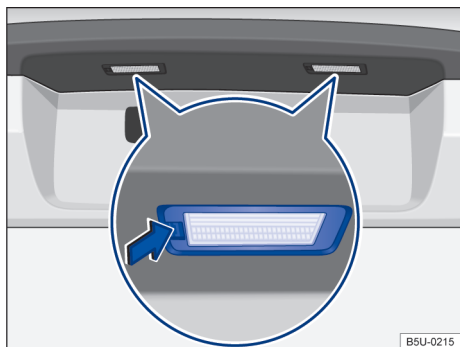

Fig. 139 En el paragolpes trasero: desmontar la luz de la placa de licencia.
- ① Observar la lista de control y ejecutar las acciones → pág. 155.
- ② Con el auxilio de un destornillador, presionar la traba → fig. 139 para remover el conjunto.